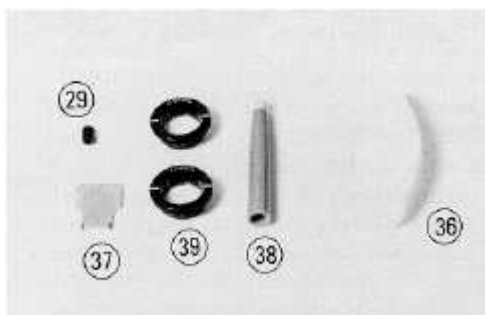

Рис.25
с) Щитки для лица (36) 4 шт. (Рис.25).
д) Виниловый чехол от пыли 1 шт. (Рис.25).
е) Дополнительный приводной механизм (37) 1 шт. (Рис.25). Используется для удаления пылезащитной панели линз.
ф) Очиститель линз (39) (Рис.25).
- g) Дополнительная линза (39) (Рис.25).  $-2.00$  дптр цилиндрическая линза. ( $+2.00$  дптр приспособлениями для цилиндрической линзы).
- и) Фиксирующий винт (29) 1 шт. (Рис.25).